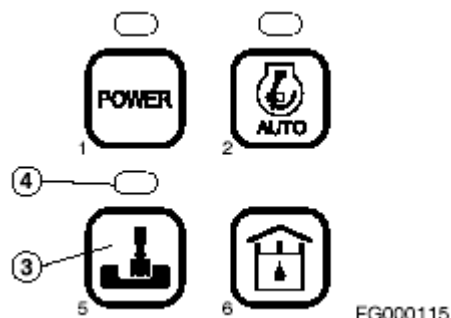

Рисунок 41
2. Перед началом работы выберите нужный рабочий режим при помощи кнопки (3, рисунок 41).
3. При нажатии кнопки выбора рабочего режима (3, рисунок 41) раздается звуковой сигнал, при этом включается либо режим копания, либо режим рытья траншей. При выборе режима рытья траншей на экране загорается соответствующий индикатор (4, рисунок 41). При выборе режима копания индикатор гаснет (4, рисунок 41).